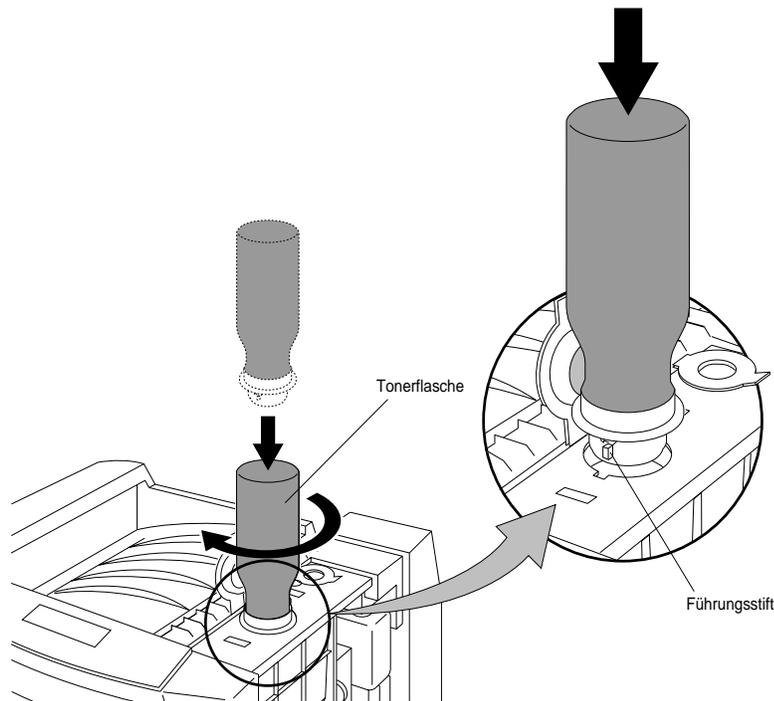

Abbildung 2-49 Toner einfüllen
5. Richten Sie die Führungsstifte der Flasche an den entsprechenden Einkerbungen in der Einfüllöffnung aus. Führen Sie die Tonerflasche ein, und drehen Sie sie um 180°, um den Füllvorgang zu starten. Siehe Abbildung 2-49.